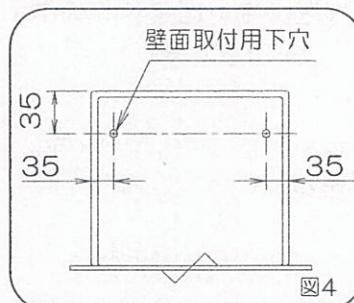

図4
2)下台キャビネットの後板の所定位置に壁面取付け用の下穴(Φ5穴)を加工してください。(図4)
- 1)所定の位置に設置し、下台キャビネットの後板に加工した下穴からネジ(トラスネジ4.5×60)で固定してください。(図4)